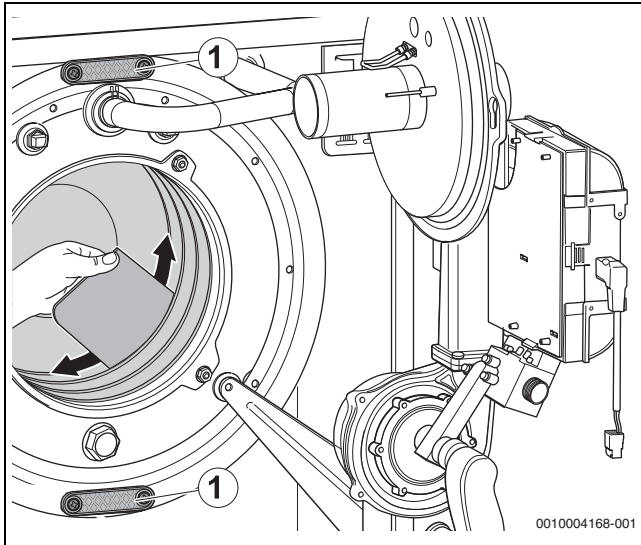
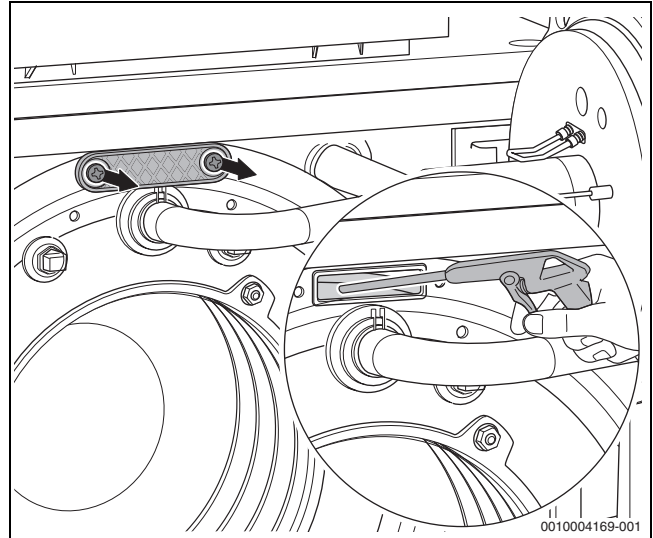

Bild 71 Heizgasspalte mit Reinigungsspachtel reinigen
Bild 72 Wärmetauscher mit Sprühlanze reinigen
- ▶ Reinigungsdeckel (→ Bild 71, Seite 46, [1] und Bild 72) abnehmen.
- ▶ Lose Partikel mit Wasser (z. B. Sprühlanze) aus Feuerraum und Abgasmantel spülen (→ Bild 72).
- ▶ Heizgasspalte mit Reinigungsspachtel reinigen (→ Bild 71, Seite 46).